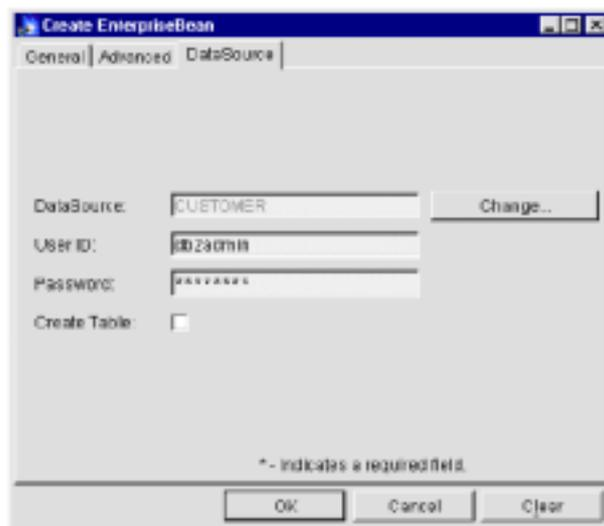

图7-19 .SER 文件中的设置
10. 选择与可扩展 EJB 相关的.SER 文件，您将看到 EJB 的参数（见图 7-19）。